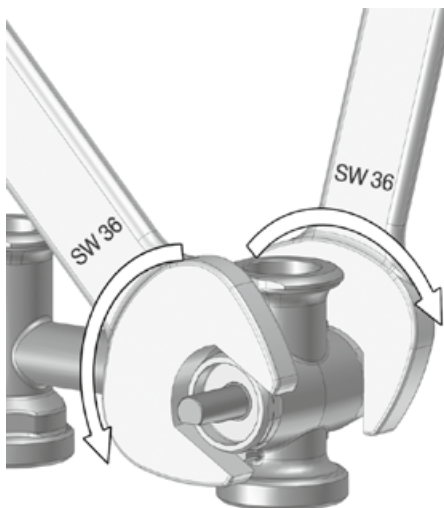

Fig. 19
1. Desfaceți și demontați mufa (1) și dopul de alamă (3) de pe corpul armăturii folosind două chei fixe cu cap deschis (mărimea 36) (fig. 19).